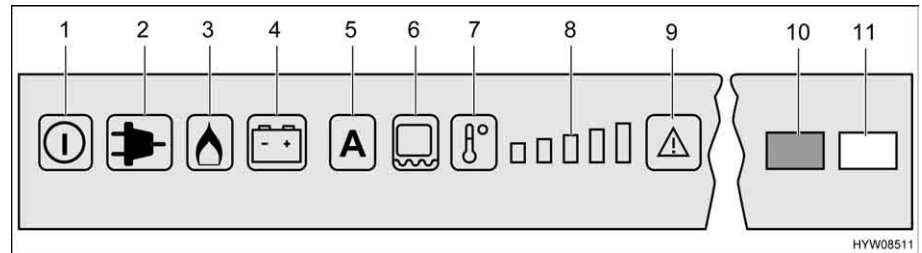

Fig. 194 Elementi di comando per il frigorifero (Dometic RMD)
Se è impostata la modalità di funzionamento "AES", la tensione a 230 V **non** è allacciata e il motore del veicolo è **spento**, il sistema AES seleziona il rifornimento di gas. Selezionando il funzionamento a gas, il dispositivo di sicurezza si apre automaticamente, così che il gas possa fluire al bruciatore. Contemporaneamente si inserisce l'accenditore elettronico. Se la fiamma del gas si spegne, p. es. a causa di un colpo di vento, l'accenditore viene subito azionato riaccendendo il gas. In caso di guasto del funzionamento a gas, lampeggiano i tasti luminosi "Gas" (Fig. 194,3) e "Guasto" (Fig. 194,9). La spia di controllo "Guasto" (Fig. 194,10) è accesa e viene emesso un allarme acustico per 20 secondi.
Dopo l'accensione il frigorifero seleziona automaticamente la regolazione intermedia del termostato. Questa regolazione può essere modificata manualmente tramite il tasto di selezione del livello di temperatura (Fig. 194,7). Le spie di controllo (Fig. 194,8) indicano la temperatura selezionata sul termostato. Il tasto di selezione del livello di temperatura permette di regolare la temperatura di refrigerazione per tutti e tre i tipi di energia. Ci vogliono alcune ore prima che il frigorifero raggiunga la temperatura normale di esercizio. Cambiando la modalità di funzionamento la regolazione del termostato non viene modificata. La temperatura di refrigerazione è indipendente dal tipo di energia utilizzata.
- Accendere il riscaldamento del telaio per 2 ore: Premere una volta il tasto (Fig. 194,6). Sull'indicazione dei gradi di temperatura (Fig. 194,8) si accende una barra.
- Accendere il riscaldamento del telaio per 5 ore: Premere due volte il tasto (Fig. 194,6). Sull'indicazione dei gradi di temperatura (Fig. 194,8) si accendono due barre.
- Regolazione del riscaldamento del telaio ad esercizio continuo: Premere tre volte il tasto (Fig. 194,6). Sull'indicazione dei gradi di temperatura (Fig. 194,8) si accendono tre barre.
L'indicazione dei gradi di temperatura (Fig. 194,8) indica per alcuni secondi la durata di esercizio del riscaldamento del telaio.
Nel caso di temperature esterne ed umidità dell'aria elevate è possibile che si formino gocce d'acqua sul telaio in metallo del vano congelatore. Per questo motivo il frigorifero è dotato di un riscaldamento del telaio per il vano congelatore. Nel caso di temperature e umidità dell'aria elevate, accendere il riscaldamento del telaio con il tasto (Fig. 194,6). È possibile così evitare fenomeni di corrosione. Quando il riscaldamento del telaio è acceso, si accende il tasto luminoso (Fig. 194,6).
- Premere il tasto On/Off (Fig. 194,1) per circa 2 secondi. Il frigorifero si accende e viene visualizzato l'ultimo tipo di energia impostato, oppure "AES".
- Impostare la temperatura di refrigerazione con il tasto di selezione del livello di temperatura (Fig. 194,7). Le spie di controllo (Fig. 194,8) indicano la temperatura selezionata sul termostato.
- Premere il tasto On/Off (Fig. 194,1) per circa 2 secondi. Il frigorifero si spegne e le indicazioni smettono di lampeggiare.